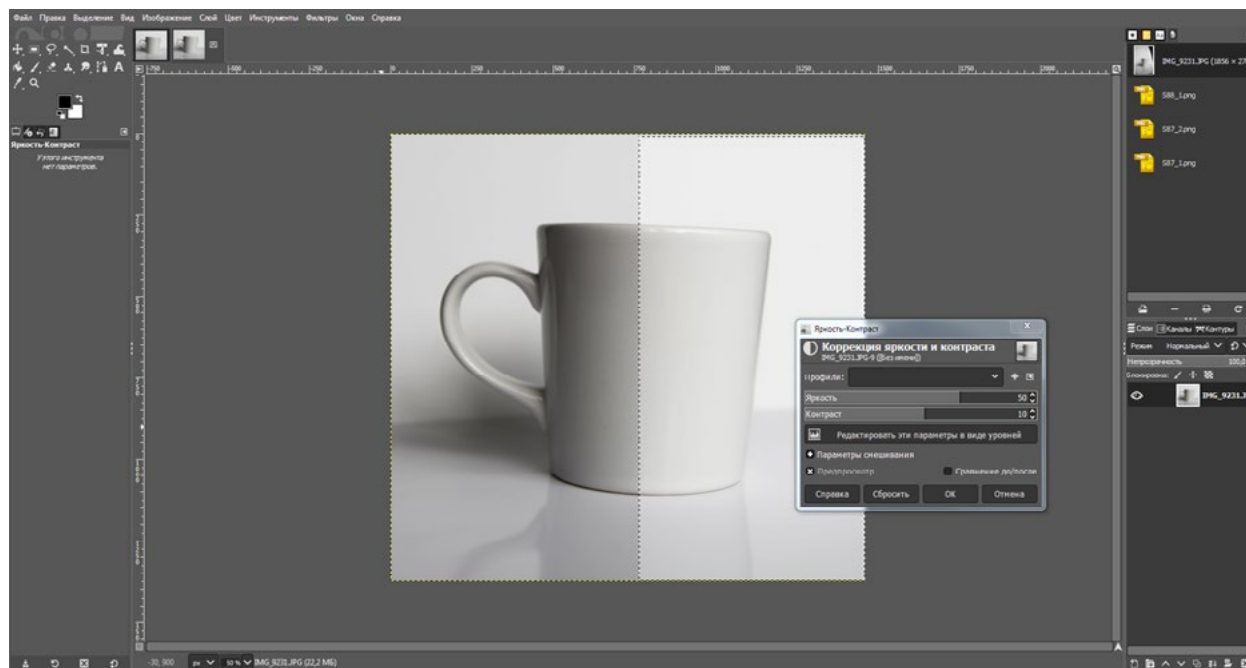

Рис. 3
- 3.7.2. При необходимости откорректировать. Например, осветлить или затемнить изображение, повысить контраст (рис. 3).